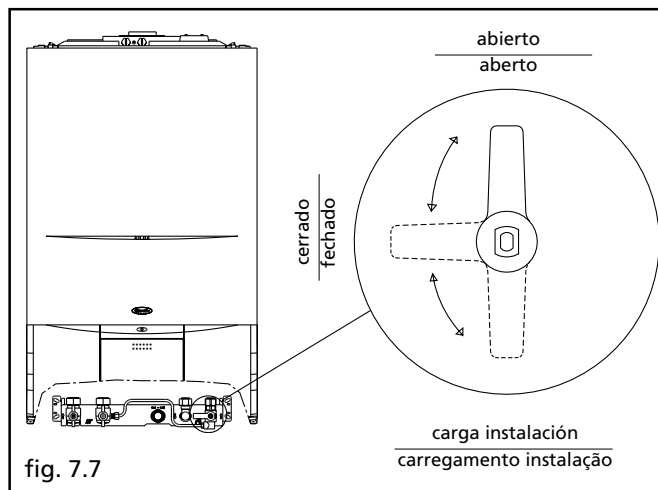

fig. 7.7
- en caso de que la plantilla hidráulica de montaje esté instalada, actuar en el grifo 3 vías situado en la misma (fig. 7.7), posicionando la palanca en la posición "carga instalación".
- no caso em que o "gabarit" esteja instalado, atue na torneira de 3 vias posta no próprio "gabarit" (fig. 7.7), posicionando a alavanca na posição "carregamento instalação".